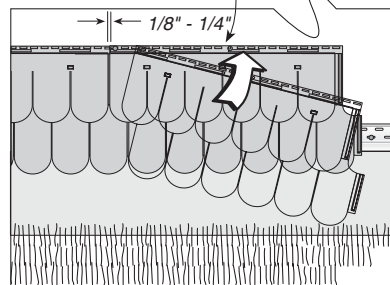

figura 5
4) Instale el siguiente panel usando un movimiento doble de enganchado en el listón de inicio y deslizando sobre el panel anterior. Esto asegurará un traslape apropiado (Figura 5).